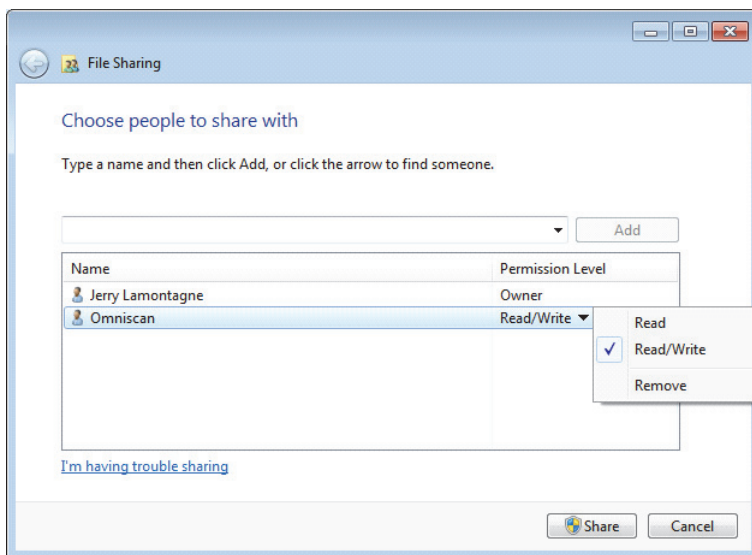

Рис. 7-29 Настройки доступа в окне Общий доступ к файлам (Windows 7)
6. В окне **Permission Level** (Уровень доступа) выберите **Read/Write** (Чтение/Запись) для **Omniscan** (см. Рис. 7-29 на стр. 223).